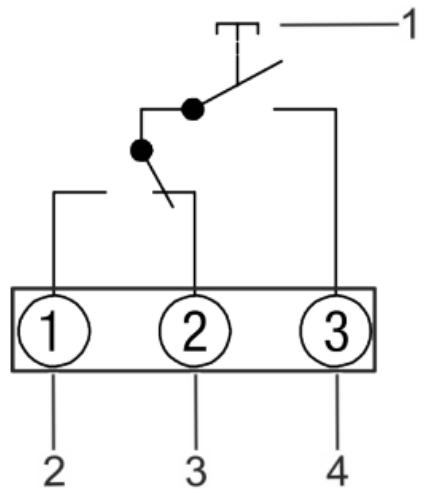

Fig. 4: Esquema de conexión
4. Inserte los cables de conexión en el aparato a través del pasacables (Fig. 4/7).
5. Por medio del esquema de conexión (Fig. 4), introduzca los cables de conexión en los bornes correspondientes y fíjelos.
6. Por medio del esquema de conexión (Fig. 4), introduzca los cables de conexión en los bornes correspondientes y fíjelos.